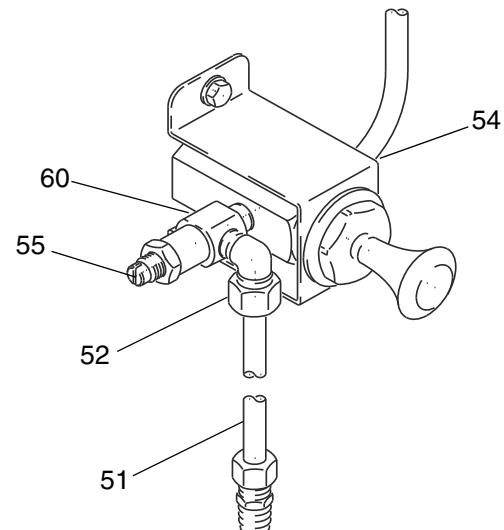

FIG. 5
Ruuvaa vastusvastaventtiili (55) vuorovaiheventtiiliin (60) kuvan FIG. 5 mukaisesti. Asenna venttiili seinään sopivalle korkeudelle asennuskiinnikkeen (54) avulla. Liitä pääilmansyöttö venttiiliin. Ruuvaa kulmaliitin (52) vastusvastaventtiiliin 1/8 npt(f):n sisääntuloon. Paina kupariputken (51) toinen pää kulmaliittimeen ja kiristä liitin. Ruuvaa suoraliiitin (53) nostolaitteen jalustaan (17). Paina kupariputken (51) toinen pää suoralittimeen ja kiristä liitin.